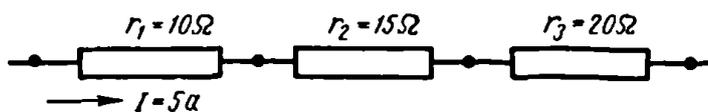

Рисунок 18. К примеру 30
**Пример 30.** Три сопротивления 10, 15 и 20 ом соединены последовательно, как показано на рис. 18. Ток в цепи 5 а. Определить падение напряжения на каждом сопротивлении.
**Параллельным соединением потребителей** называется такое соединение, когда начала всех проводников соединены в одну точку, а концы проводников — в другую точку (рис. 18). Начало цепи присоединяется к одному полюсу источника напряжения, а конец цепи — к другому полюсу.